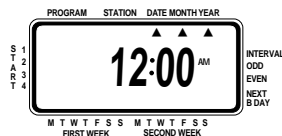

FIGURA 3: Pantalla de cristal líquido (LCD) con información circundante
- Mantenga pulsado el botón **+** para hacer avanzar el reloj hasta la hora del día correcta. Utilice el botón **-** para avanzar en sentido contrario [Vea la Figura 3]. En cuanto obtenga la hora correcta, pulse el botón **ENTER** para fijar la hora.